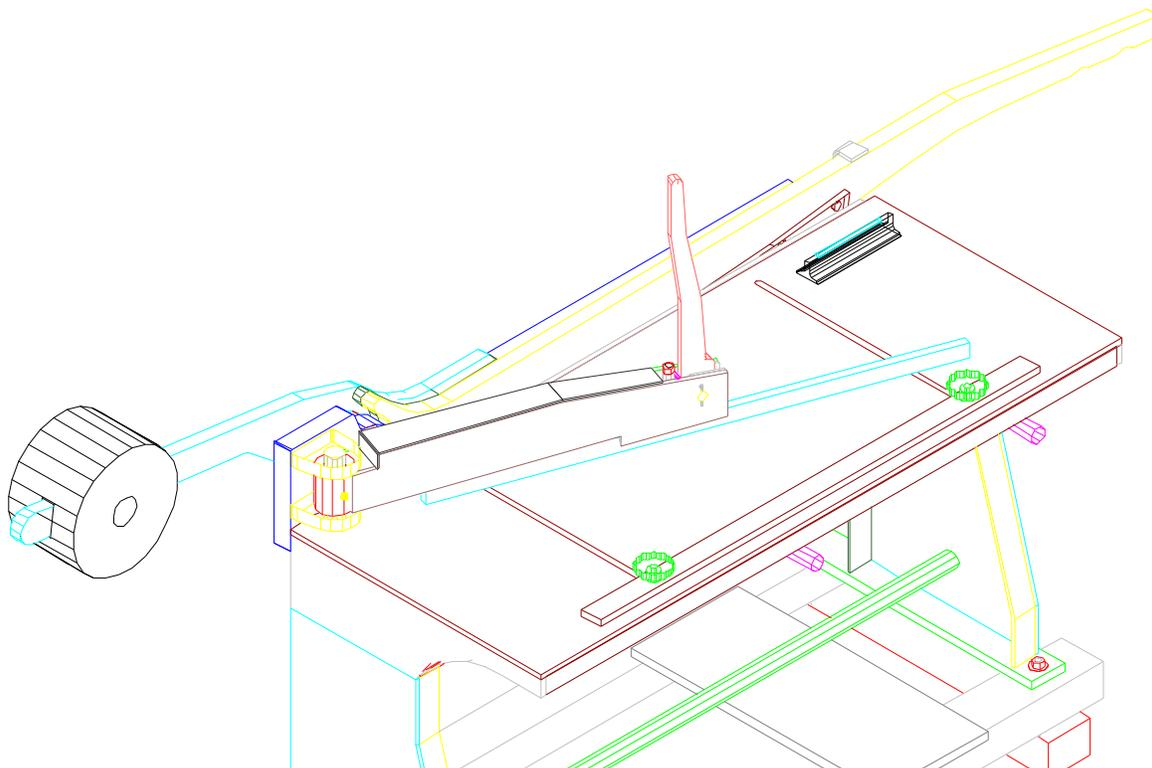

Figura No.1: -Nivelación de la máquina.
5.2 NIVELACION: Esta máquina, en todo su proceso de fabricación, fué diseñada y ensamblada teniendo en cuenta una nivelación precisa. Es necesario, para óptimos resultados, *NIVELAR LA MAQUINA ANTES DE PONERLA A TRABAJAR*. Bien sea, si se fija al suelo o sino se fija. *UNA NIVELACION PERFECTA ES INDISPENSABLE*. Colocar el nivel de precisión sobre la mesa y verificar la exactitud de nivelación a lo largo y ancho (en forma de cruz). La figura No.1 muestra la forma de realizarla.